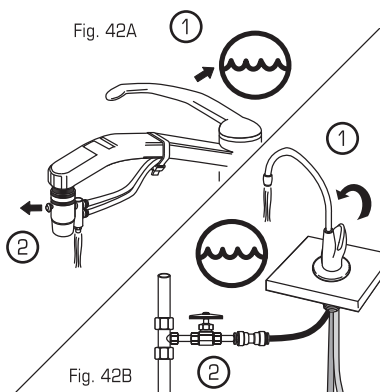

Fig. 42B
b) Para el grifo auxiliar: con la llave del Grifo auxiliar todavía en la posición abierta (1), **abra** la válvula de cierre de suministro (2) (Fig. 42B).